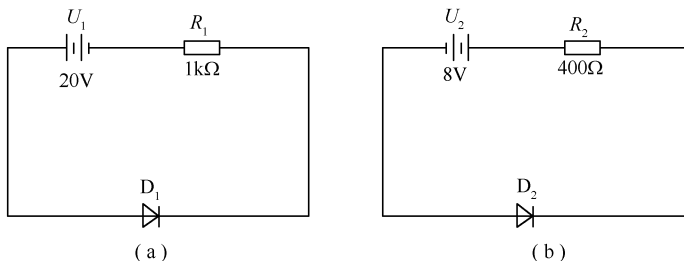

图 2-16 习题 2.2 图
2.2 如图 2-16 所示的各电路中, 二极管为理想二极管。试分析二极管的工